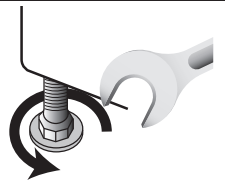

Figure 6
- 5** Pour régler la hauteur de la cuisinière, le cas échéant, utiliser une clé à molette pour desserrer les quatre pieds de nivellement et pour ajuster la hauteur. Utiliser un niveau pour obtenir de meilleurs résultats. Si la cuisinière est à la verticale, il faut l'incliner vers l'arrière pour régler les pieds avant, puis vers l'avant pour régler les pieds arrière. (Voir la figure 6.)